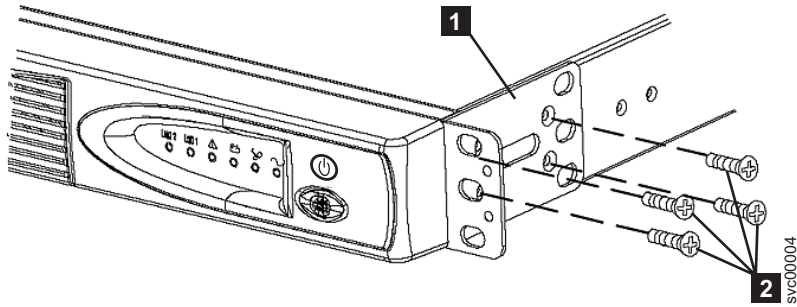

図216. 2145 UPS-1U 用サポート・レールのラックへの取り付け
3. 574 ページの図 216 に示すように、取り付けブラケットごとに 4 つの M3 × 6 ねじ **2** を使用して、取り付けブラケット **1** の長い側を 2145 UPS-1U の各側に取り付けます。